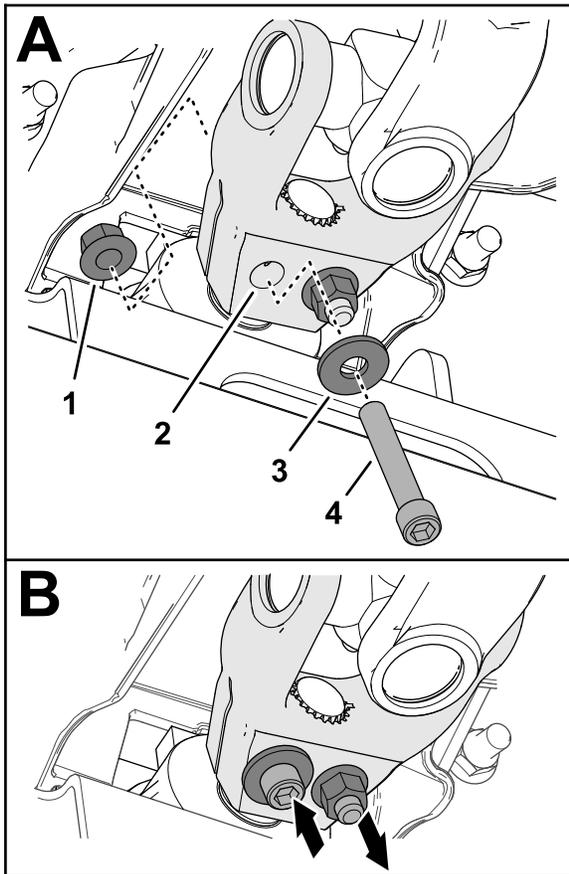

Figura 19
6. Introduzca un tornillo Allen ($\frac{3}{8}$ " x $2\frac{1}{4}$ " con una arandela ($\frac{3}{8}$ " por el orificio de la horquilla del árbol de transmisión (Figura 19), y sujete el tornillo con una contratuerca con arandela prensada ($\frac{3}{8}$ ").
7. Introduzca un tornillo Allen ($\frac{3}{8}$ " x $2\frac{1}{4}$ " con una arandela ($\frac{3}{8}$ ") por el orificio de la horquilla del árbol de transmisión desde el otro lado (Figura 19), y sujete el tornillo con una contratuerca con arandela prensada ($\frac{3}{8}$ ").